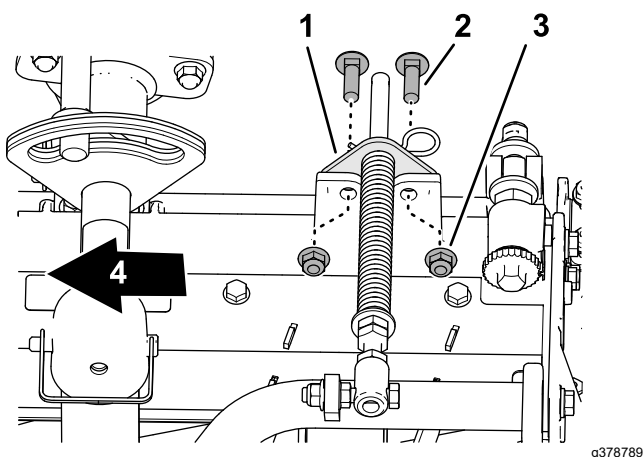

Figure 21
5. Alignez les trous du support du compensateur et les trous dans le cadre de l'unité de coupe (Figure 21).